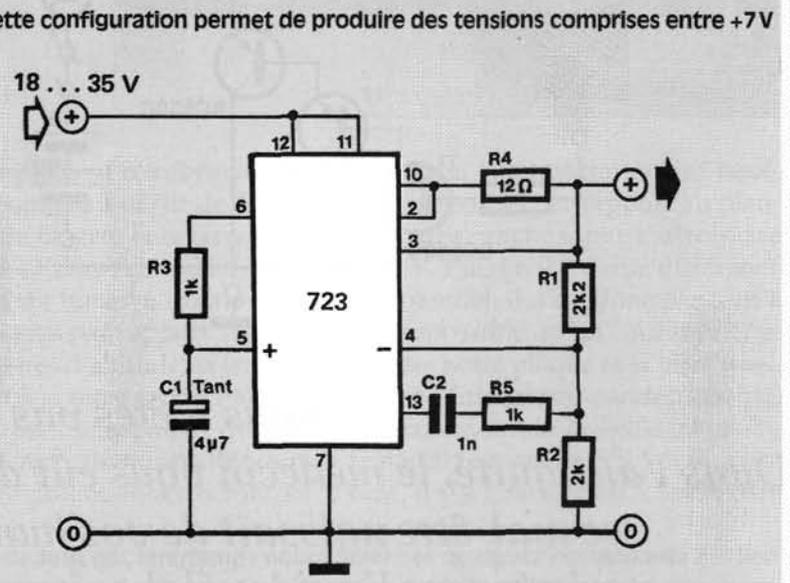

Figure 3 – Cette configuration permet de produire des tensions comprises entre +7V et +35V.
limitation détourne le courant de base du transistor de sortie, ce qui interdit toute augmentation de l'intensité. Comme la tension de référence est fixée à 7,15 V, il faut un dispositif particulier pour obtenir des tensions de sortie supérieures ou inférieures à cette valeur. Cela ne change rien au mode de fonctionnement du 723 : la seule différence entre la figure 2 et la figure 3 est que cette fois, c'est la tension de sortie, au lieu de la tension de référence, qui est divisée par R1 et R2.
• Fig. 3 (7 à 37 V) :	$U_{\text{sortie}} = U_{\text{ref}} \times \frac{R1 + R2}{R2}$ avec $U_{\text{ref}} = 7,15 \text{ V}$